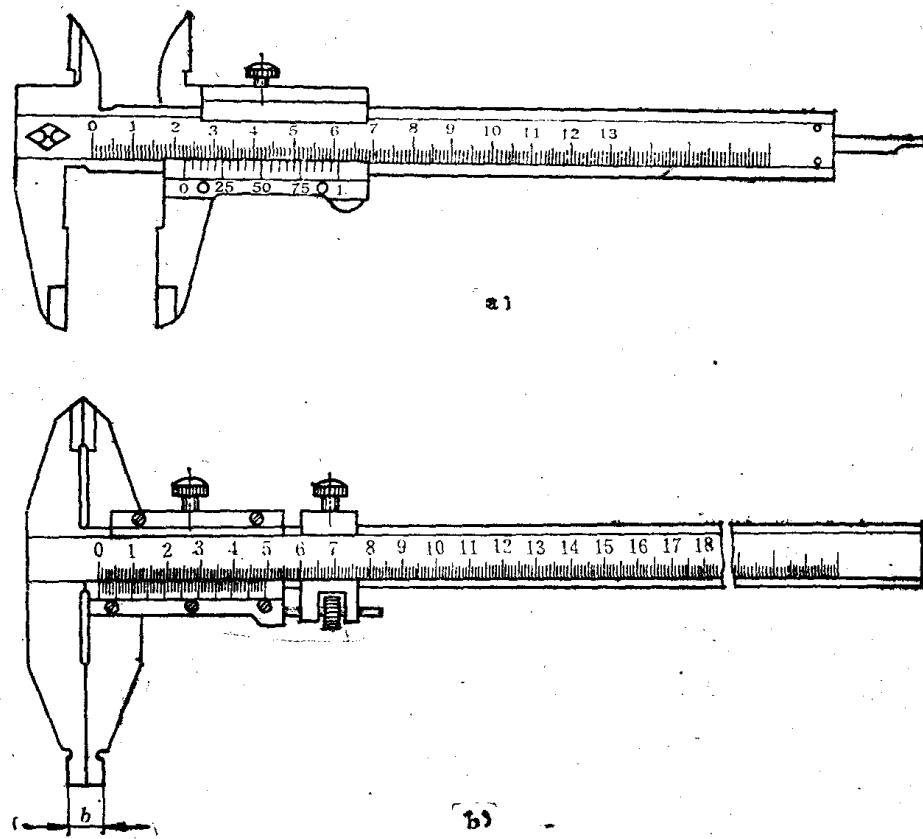

图1-8 游标卡尺
2. 游标卡尺 由于钢直尺测量误差较大，如尺寸测量精度较高的可用游标卡尺测量。游标卡尺的分度值一般为0.02、0.05、0.1mm三种。常用的游标卡尺如图1-8所示，它既可测外径又可测量内径和长度尺寸。